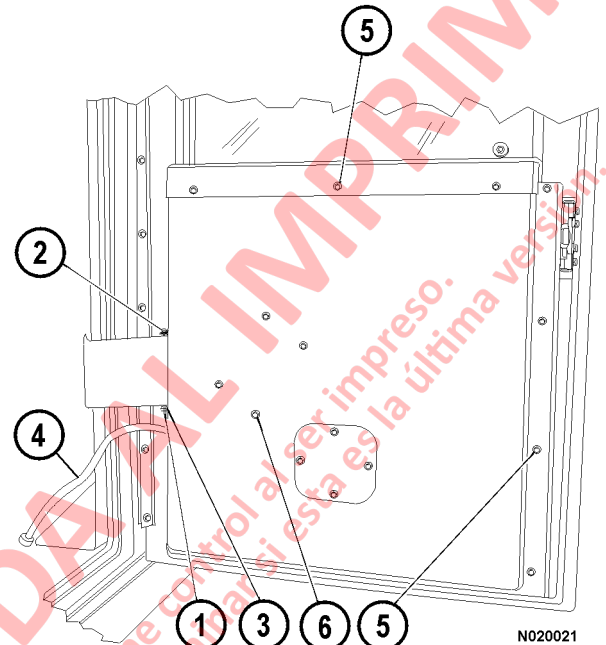

FIGURA 2-6.
- a. Retire la pinza de horquilla (1, Figura 2-6) y el perno (2) de la correa de seguridad de la puerta más cercana a ella.
- b. Retire los dos tornillos (3) que aseguran el soporte de la correa de la puerta a ella.
- c. Desconecte los arneses de cableado (4) del regulador de la ventana.
- e. Antes de retirar todos los tornillos de montaje del panel de la puerta, afirme el panel para evitar que el conjunto caiga. Retire los 12 tornillos de montaje (5).
1. Retire la pinza de horquilla (1, Figura 2-6) y la pinza de la correa (2) de la correa (3) de seguridad de la puerta.
23. Levante el panel interno de la puerta, el regulador de la ventana y el vidrio para alinear los orificios de los tornillos en el panel con los orificios en el marco de la puerta. Instale los tornillos del panel de la puerta (5, Figura 2-6) que afirman el panel al marco de la puerta.
24. Conecte los arneses reguladores (4) al piso de la cabina.
25. Alinee la abertura de la correa de seguridad de la puerta (3) con los orificios en el soporte e instale la pinza de la correa (2). Instale la pinza de horquilla (1).
4. Retire los cuatro tornillos de montaje del regulador (6, Figura 2-6).
5. Si solo reemplazará el motor regulador de la ventana, asegúrese de que el engranaje de tornillo en el motor esté enganchado correctamente en el engranaje regulador. El regulador además debe estar en la posición arriba (UP) antes de reemplazar el conjunto del motor. Asegúrese de que los tornillos de montaje del motor estén apretados.